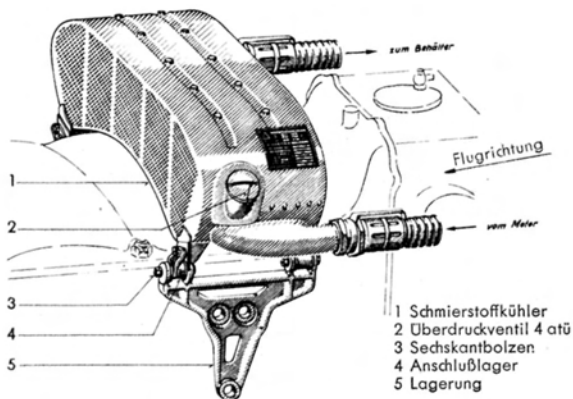

Abb. 18 Schmierstoffkühler
Der auf dem Motor angeordnete Schmierstoffkühler (1) (Abb. 18) mit eingebautem Überdruckventil (2) hat eine Kühlfläche von etwa 6,8 m² und seinen Inhalt von 5,4 Liter. Er ist mit Sechskantbolzen (3) an vier Anschlußlagern (4) befestigt, die wiederum elastisch an jeder Seite in einer Lagerung (5) gelagert sind. Die Lagerungen sind mit den hinteren Lagerböcken am Motor verschraubt.